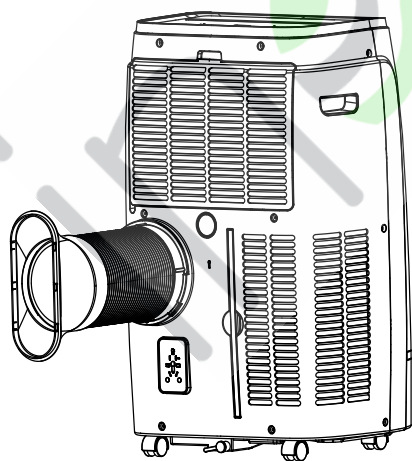

Abb.1
1. Verlängern Sie den flexiblen Schlauch gerade so weit, dass er nach außen reicht (max. 1,5 m) und befestigen Sie ihn am hinteren Teil der Klimaanlage (Abb. 1).
1. Um das Loch in das Glas zu bohren, empfiehlt es sich, auch das Bullauge-Kit als Zubehör zum Glasmacher mitzunehmen (Abb. 1).
(Abb. 1)